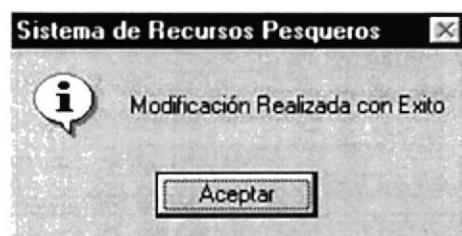

Figura 9.95 Mensaje de Modificación
4. Si ha realizado una modificación aparecerá el siguiente mensaje (ver figura 9.95).